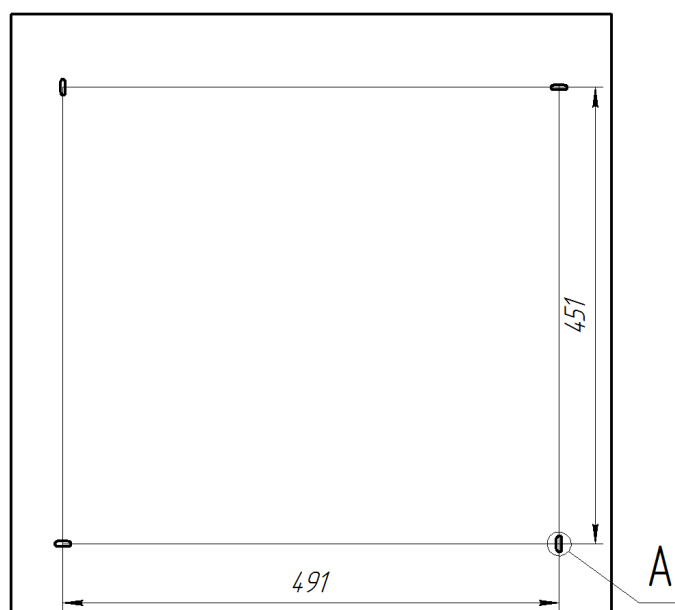

Рисунок 3. Расположение установочных отверстий на корпусе светильника Econex Office S 650x650 G2 AN для накладного монтажа.
- 5.3.1. Для установки светильника необходимо повернуть торцевую панель и аккуратно снять рассеиватель. Надежно закрепить на ровной поверхности корпус светильника при помощи креплений (не входят в комплект поставки), габариты для монтажа см. рисунок 3.